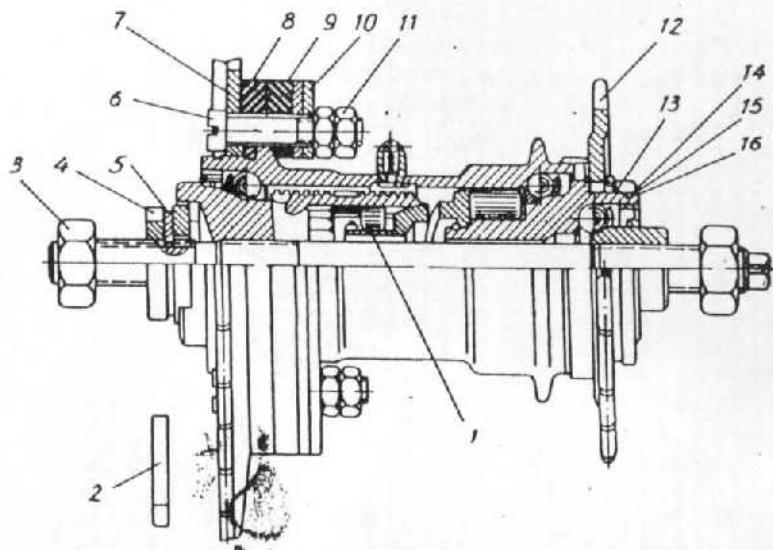

Рис. 7. Втулка заднего колеса
**Втулка заднего колеса.** На заднем колесе легкого мопеда установлена велосипедная втулка (рис. 7), обладающая свободным ходом и тормозным устройством, которое смонтировано внутри ее корпуса.